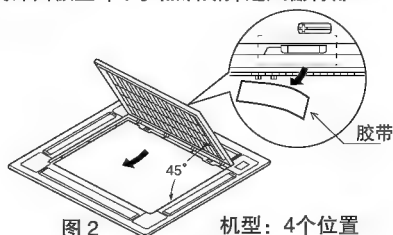

图2 机型：4个位置
- ② 把进风栅提起约45度角，把进风栅从装饰面板上卸下。然后撕掉进风栅背部的空气过滤器固定胶带（参阅图2）。